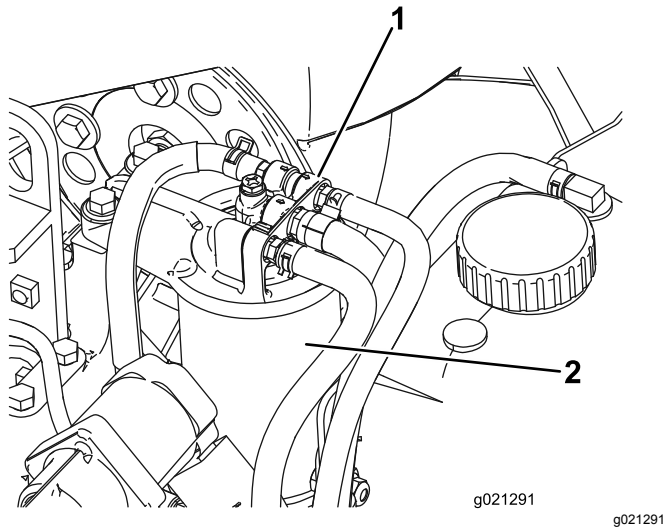

Bild 81
1. Reinigen Sie den Bereich um den Kraftstofffilterkopf (**Bild 81**).
2. Entfernen Sie den Filter und reinigen die Kontaktfläche (**Bild 81**).